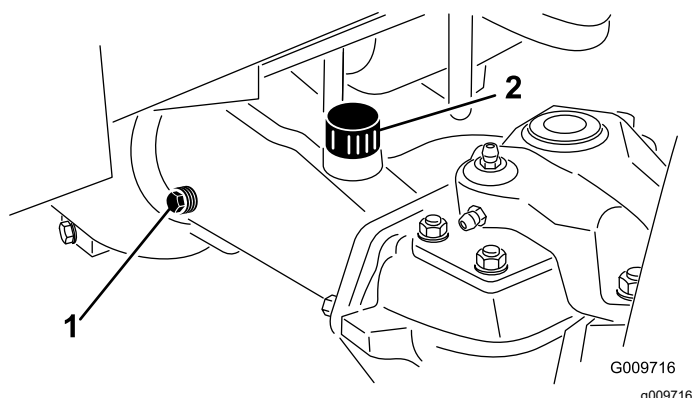

Figura 69
2. Togliete il tappo di controllo da un'estremità dell'assale (Figura 69) e verificate che l'olio raggiunga la base del foro. Se il livello è basso, togliete il tappo di riempimento (Figura 69) e rabboccate con olio finché non raggiunge la base del foro del tappo di controllo.